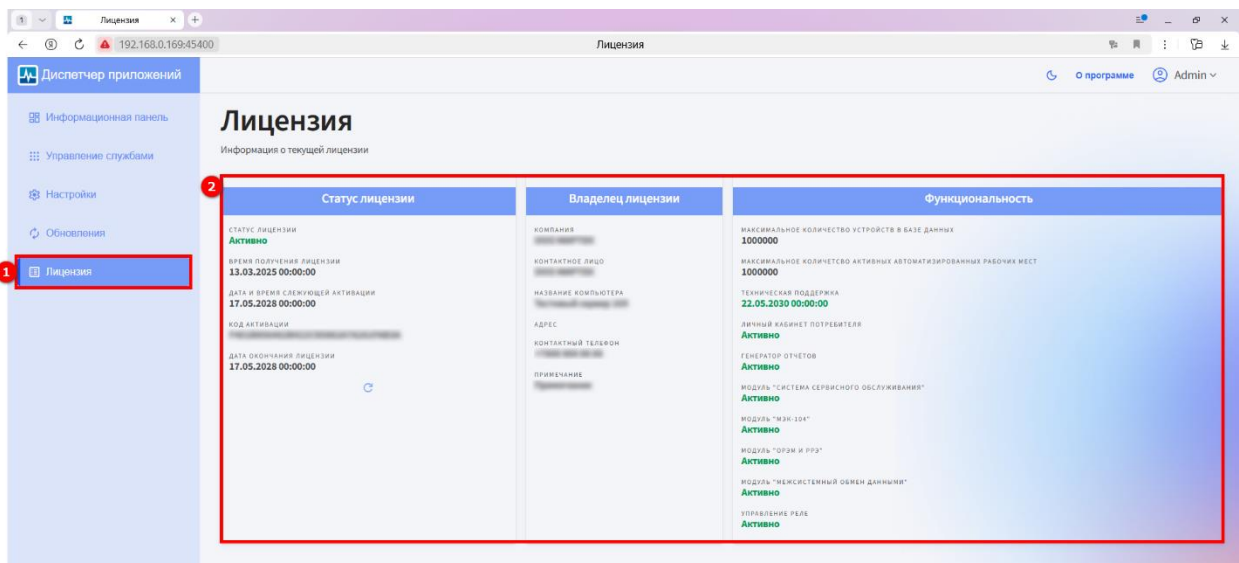

Рисунок 17 – Информация о текущей лицензии
Вкладка **Лицензия** (1) (см. рисунок 17) содержит сведения о текущей лицензии.